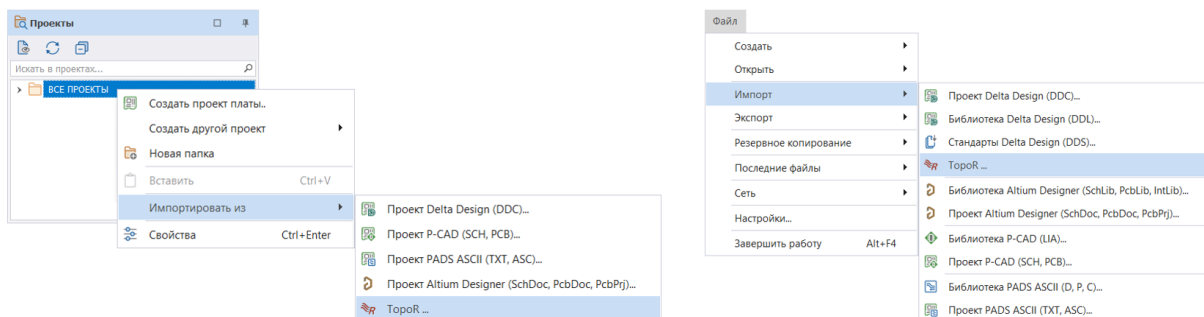

Рис. 64 Вызов импорта проекта платы Топор
1. Вызовите мастер импорта из главного меню → «Файл» → «Импорт» → «TороR...» или с помощью контекстного меню, вызванного с любой папки панели «Проекты» → «Импортировать из» → «TороR...», см. Рис. 64.